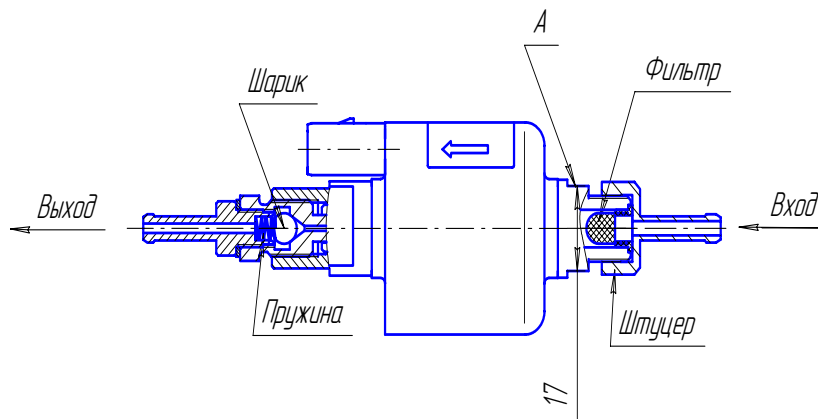

Рис. 9.1 – Топливный насос
1) демонтировать топливный насос с автомобиля. Зафиксировав ключом (ключ на 17 мм) от поворота за поверхность А, отвернуть штуцер и снять фильтр (см. рис.9.1, запрещается фиксация топливного насоса за другие поверхности при отворачивании и наворачивании штуцера);